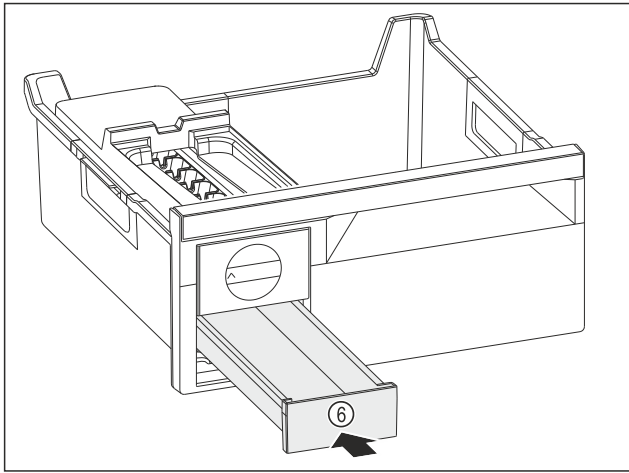

Fig. 110
- ▶ Вдвиньте выдвижной ящик для кубиков льда Fig. 110 (6).